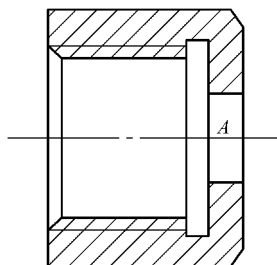

图 12-14 创建块 “yglm” (压盖螺母)
10) 创建块 “yglm” (压盖螺母), 以 *A* 点为基点, 如图 12-14 所示。